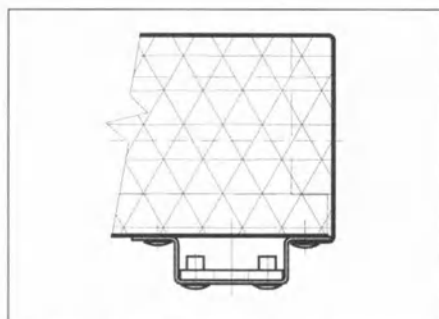

Рис.15 К - концевая передняя правая
- K - концевая передняя (рис. 15)